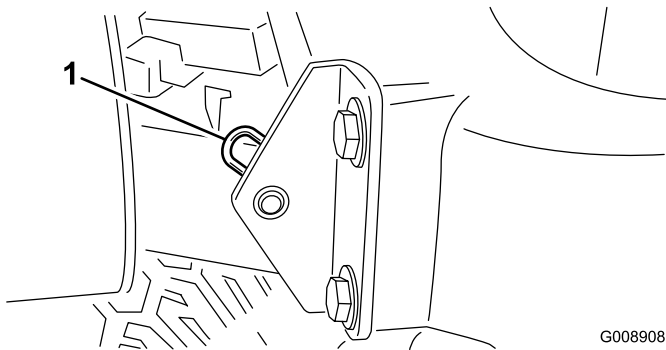

Figura 30
2. Tire o contrapino que fixa a articulação do capot aos suportes de montagem (Figura 30).
Nota: Os bocais de embeber nos rolamentos (Figura 30) necessitam de um adaptador de bico de pistola de pulverização. Encomende a peça Nº 107-1998 da Toro ao seu distribuidor autorizado Toro.